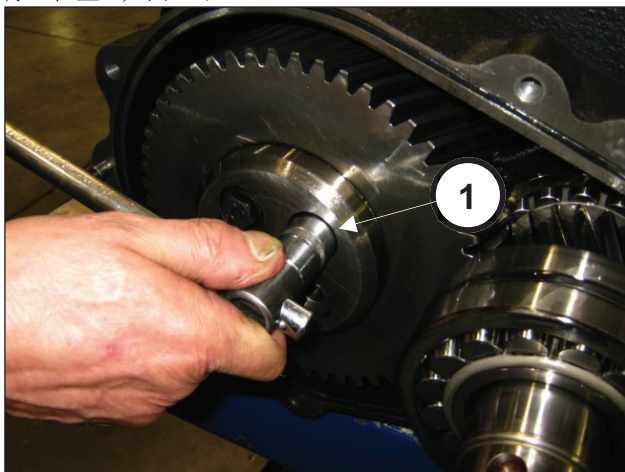
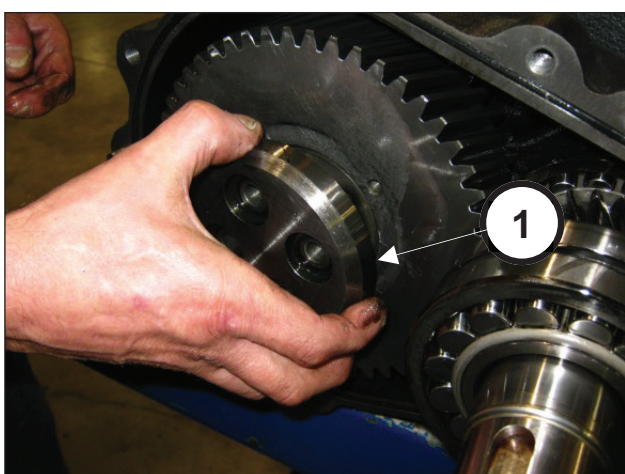

图 10
图 11
拧松固定冠齿轮止动件（位置①，图 10）的螺栓并将之拆除（位置②，图 11）。